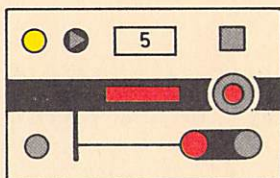

Bild 35
(3) Die Blockabschnittsmelder sind in Grundstellung dunkel; sie leuchten rot bei besetztem Blockabschnitt (vgl. Bild 35).